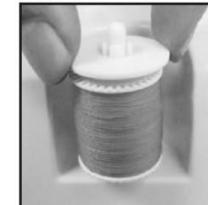

рис. 7
- Установите катушку с нитью на вертикальный стержень (рис. 7)